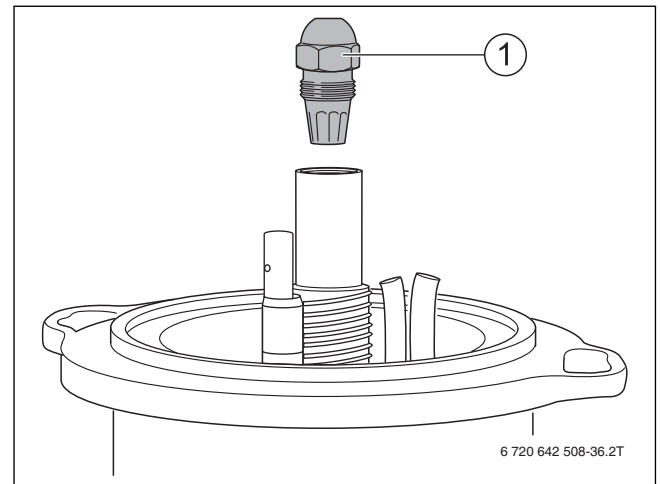

Bild 63 Düse abschrauben
- ▶ Düse abschrauben (→ Bild 63, Seite 37).